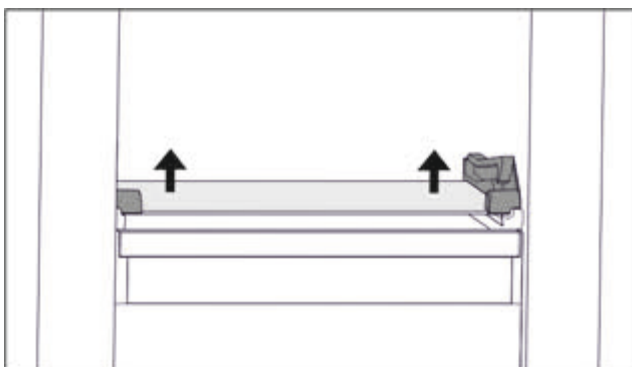

Fig. 66 Скляна пластину відкидного висувного ящика
- ▶ Скляну пластину натиснути з обох боків знизу вгору. (див. Fig. 66)